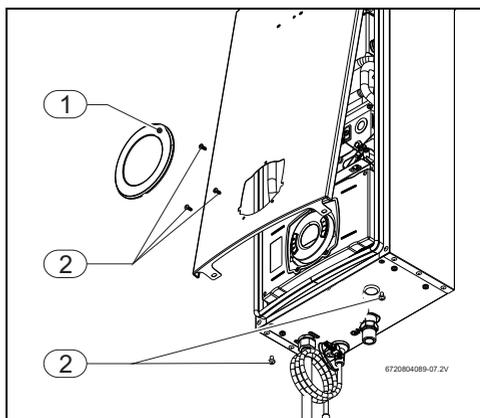

Рис. 19 Снятие облицовки
- ▶ Слегка потяните панель вперёд (рис. 19, [1]), чтобы снять её с водонагревателя.
- ▶ Отверните 5 крепёжных винтов облицовки (рис. 19, [2]).